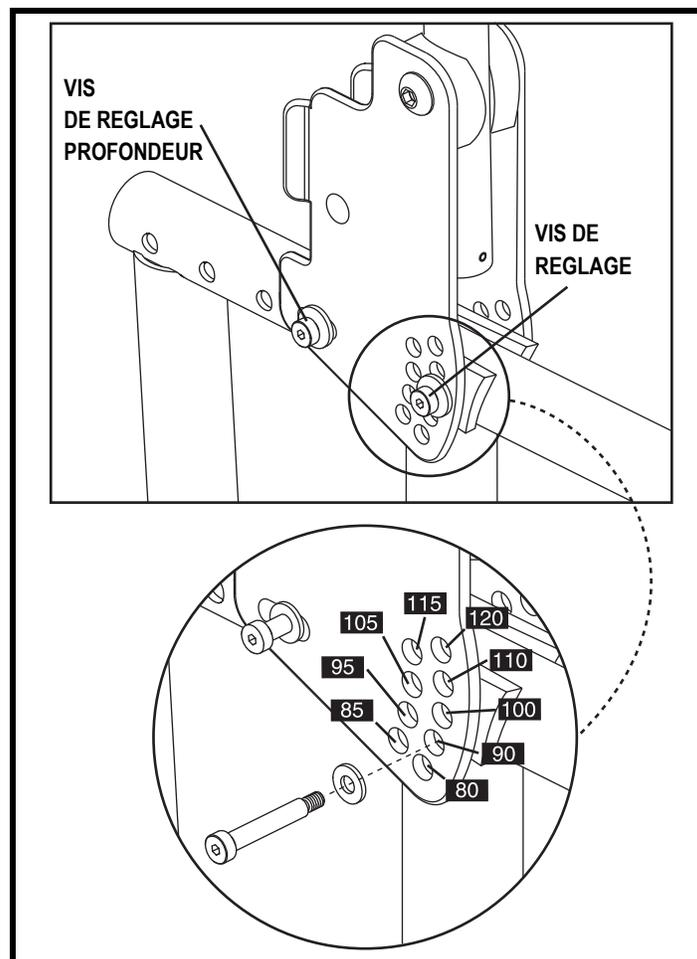

Figure 20. Réglage de l'inclinaison du dossier (châssis latéral réglable en profondeur montré)
2. Retirez la vis de réglage d'inclinaison et desserrez la vis de blocage sur le châssis latéral. **Voir la figure 20.**
4. Réinstallez la vis de réglage d'inclinaison et resserrez la vis de blocage sur le montant latéral. **Voir la figure 20.**